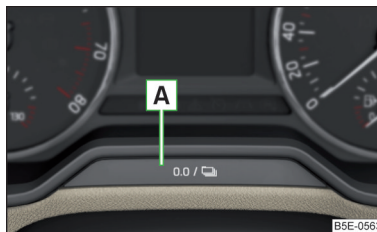

Fig. 27
- ▶ Apăsăți tasta **[A]** » fig. 27 și mențineți-o apăsată, până când pe afișaj se afișează punctul de meniu **Service**.